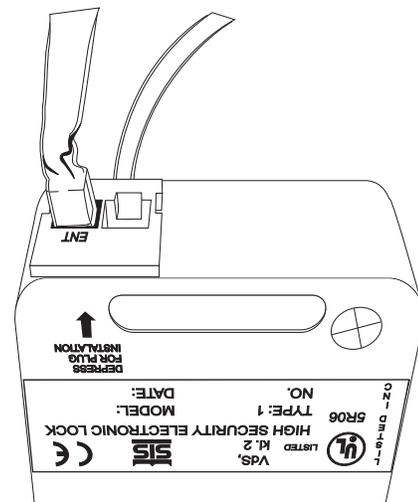

Figure 11
6. Branchez le câble provenant du dispositif d'entrée directement dans le port du connecteur ENT sur la serrure (figure 11).